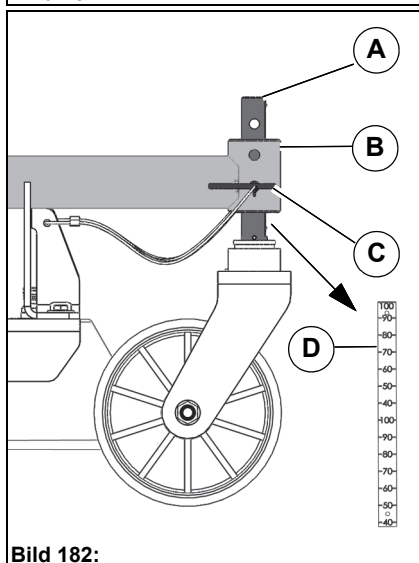

Bild 182:
2. Dra ut fästbultarna **Bild 182-C** och flytta bultarna **Bild 182-A** till hjulgaffeln i hjulbalkens bussning **Bild 182-B** tills önskad klipphöjd har uppnåtts. Med de två rikthålen i bussningen kan du ställa in klipphöjden centimetervis.
3. Klipphöjden går att läsa av på skylten **Bild 182-D**.